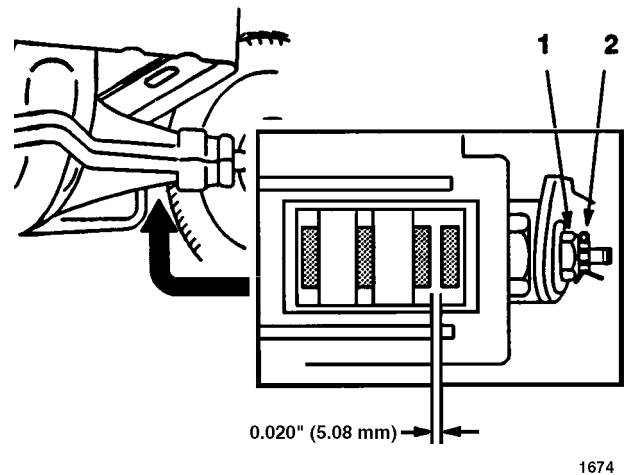

Figure 17
Le frein est situé du côté droit de l'essieu arrière, à l'intérieur du pneu arrière (Fig. 17). Il devra être réglé s'il n'immobilise pas ou n'arrête pas efficacement la machine.
3. Régler le frein en retirant la goupille et en desserrant légèrement l'écrou de réglage (Fig. 17).
4. Introduire avec précaution un calibre d'épaisseur de 5,08 mm entre les deux plaquettes de frein extérieures (Fig. 17).